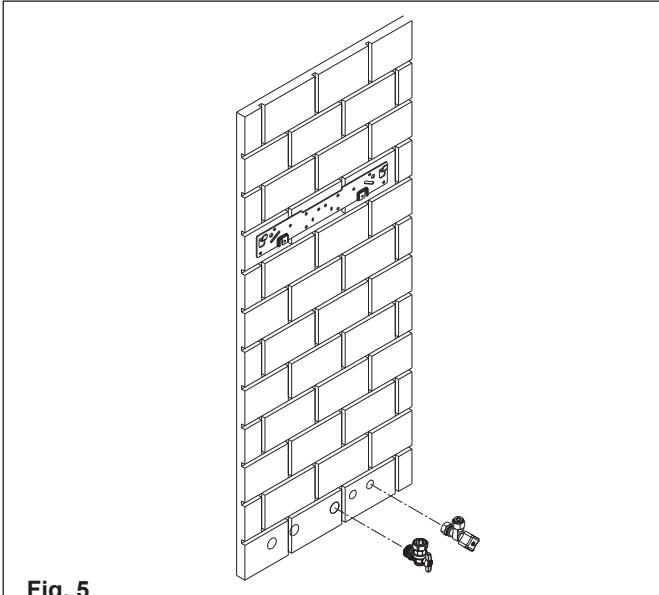
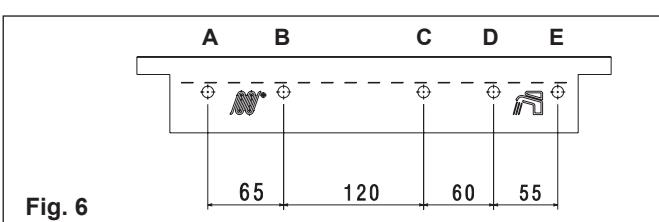

Fig. 5
Fig. 6
4. 水力系统的安装 (Fig.5-Fig.6)
5. 燃气连接 (Fig.5-Fig.6)